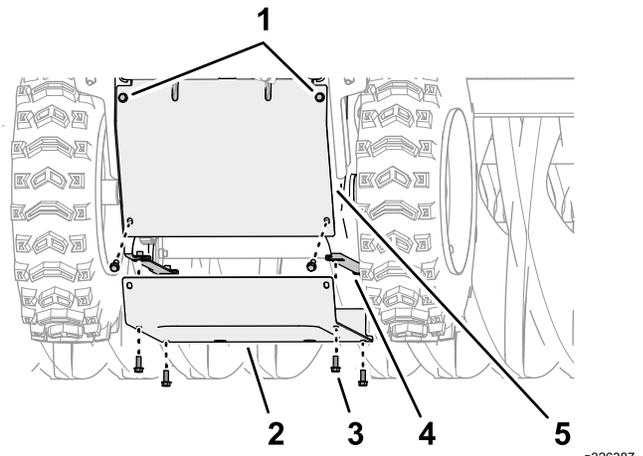

Figura 47
6. Retire los 6 tornillos con arandela prensada (¼" x ⅝") que sujetan la cubierta inferior a la máquina, y retire la cubierta (Figura 47).
5. En la parte trasera de la máquina, afloje los 2 tornillos con arandela prensada superiores (¼" x ⅝") que sujetan la cubierta trasera a la máquina (Figura 47).